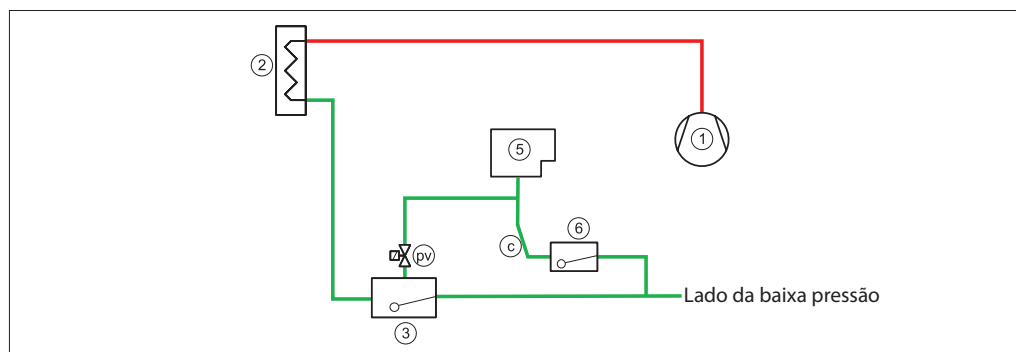

Fig. 8 Conexões do purgador (pv). A tubulação de drenagem (c) precisa estar na vertical/em declive
Para sistemas com um controle de nível de líquido de alta pressão, o ar será coletado na boia (3). (Consulte a Fig. 8).